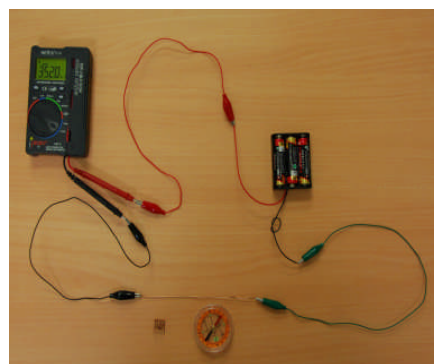

図 2
1. 電池ホルダーに真っ直ぐな銅線を接続して方位磁石に近づけ、磁針が振れることを観察する。図 2 を参考にして、銅線をどのような向きで方位磁石に近づけると、磁針の振れが大きくなるかにも注目してみる。